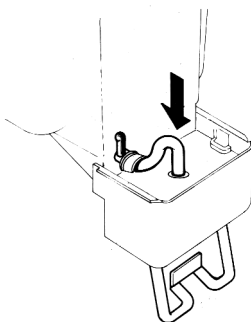

figura 15
- 3 - Insertar la extremidad anterior en su sede vertical en el cuerpo del grifo (ver figura 15).